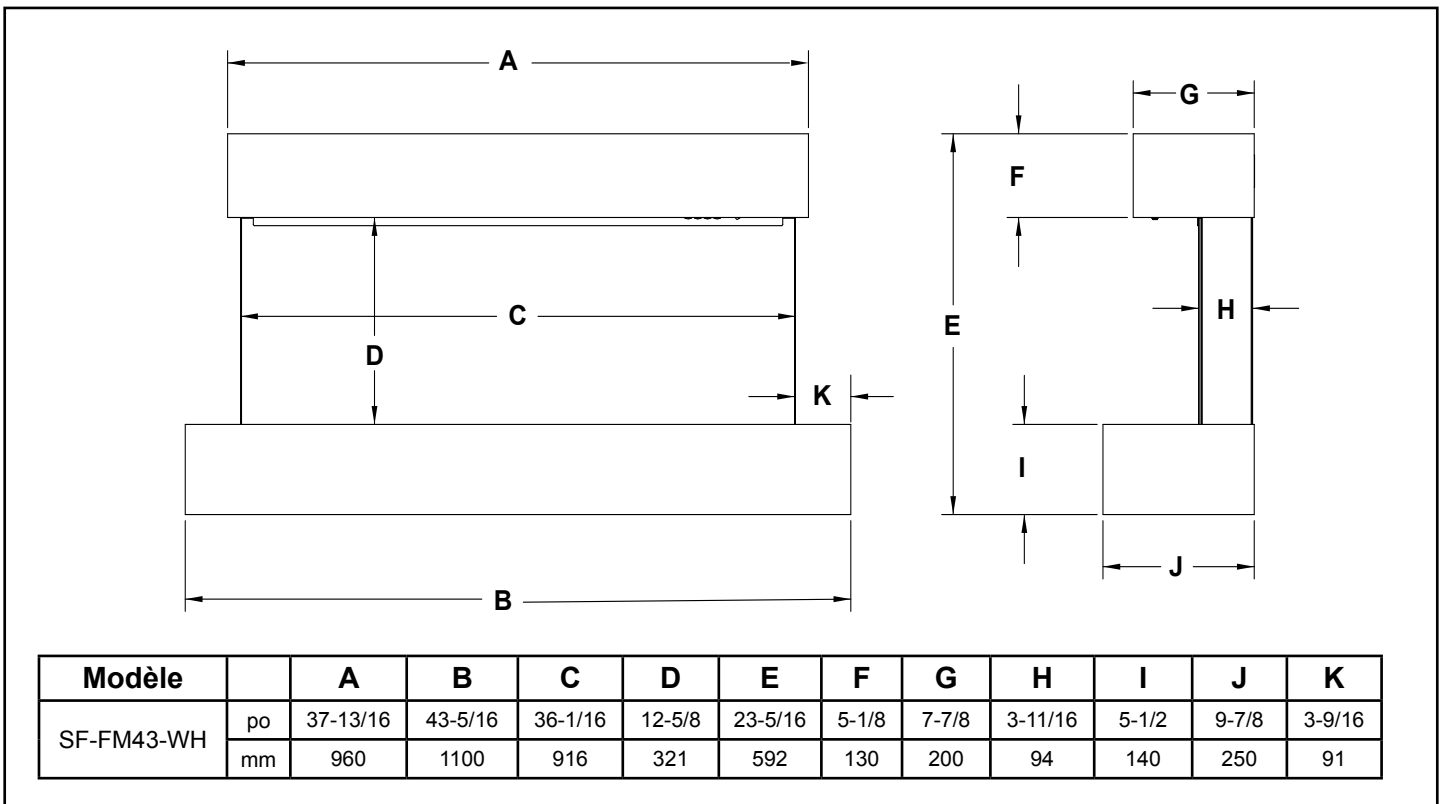
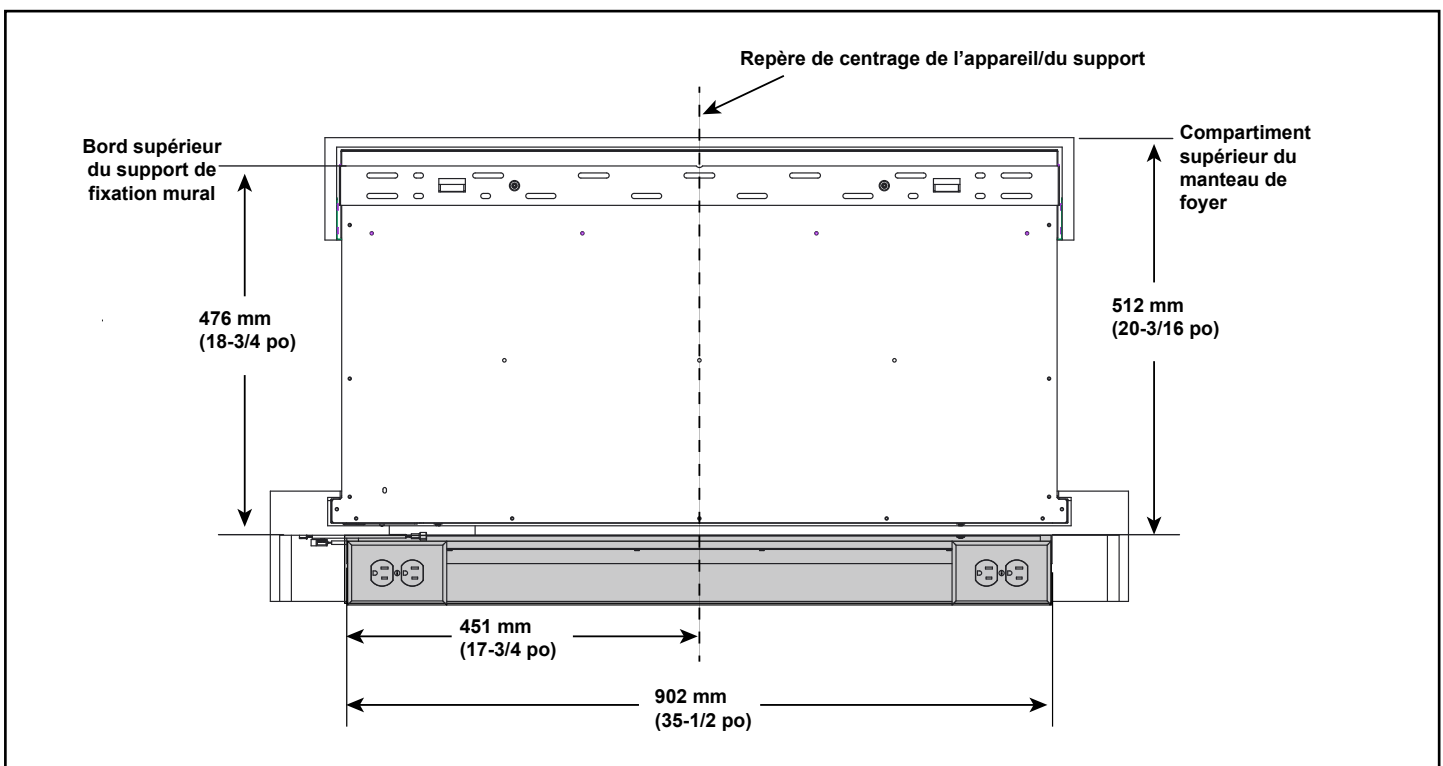
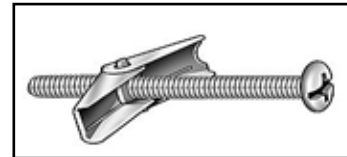

Figure 3.1 Dimensions de l'appareil - SF-FM43-WH
Figure 4.1 Emplacement discret de la prise électrique
Figure 4.3 Boulon d'ancrage à ailettes de 4,8 mm (3/16 po)
Lors de l'installation du support mural, il faut tenir compte de la position finale et des dimensions de l'appareil, du manteau du foyer et de la prise électrique. Voir les figures 3.1 et 3.2 en ce qui concerne les dimensions du manteau du foyer et la figure 4.1 en ce qui concerne les dimensions par rapport au support de fixation mural.
Une prise électrique peut être discrètement placée sous la partie inférieure du foyer. Voir Figure 4.1. Lorsque vous préparez l'emplacement de votre appareil, veillez à ce que le support de fixation mural soit placé à une distance suffisante au-dessus de la prise électrique. Reportez-vous à la figure 4.1 pour déterminer l'emplacement de l'appareil, de la prise électrique et du support de fixation mural.
- Localisez le support de fixation sur le mur (orientez le support et les crochets vers le haut) au niveau de l'emplacement où vous souhaitez installer l'appareil. Reportez-vous à la figure 4.1 pour déterminer l'emplacement du support de fixation mural par rapport à la prise électrique. Mettez le support à niveau, puis marquez son emplacement sur le mur en faisant un repère pour chacun des trous de fixation du support.
- Pour chacun des emplacements de points de fixation marqués, déterminez quels points sont alignés avec un élément de la charpente. Au moins deux (2) emplacements doivent être fixés à un élément de la charpente.
- Pour chaque trou de fixation qui ne s'aligne pas avec un élément de charpente, un boulon d'ancrage à ailettes pour panneau mural doit être utilisé. Voir la figure 4.3.